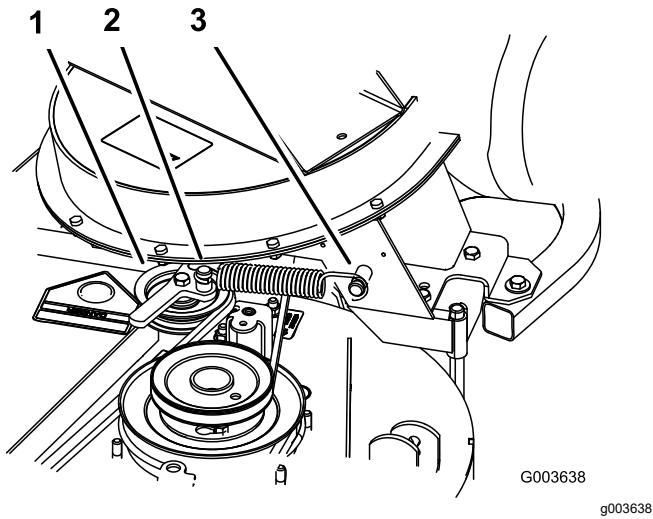

Bild 43
- Setzen Sie die Feder ein, siehe Bild 43.